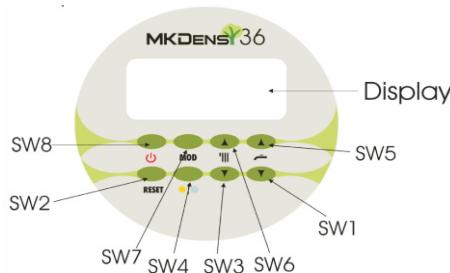
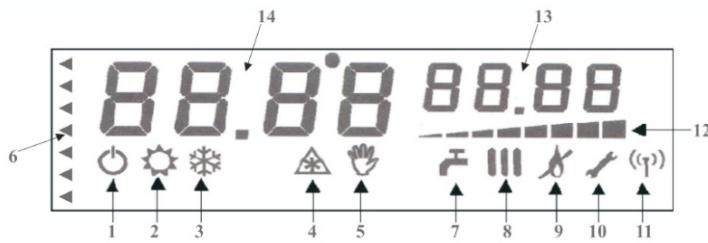

Рис.6 Панель управления конденсационных котлов
Рис.7 Дисплей панели управления
Панель управления (рис.6) состоит из 8 кнопок и LCD дисплея (рис.7) и позволяет настройку электронной платы (настройка осуществляется только авторизированным персоналом при вводе котла в эксплуатацию или при проведения работ по сервису), „общение“ потребителя с котлом, афиширование значений параметров передаваемых с датчиков и сигнализирование ошибок системы, показывая соответствующие коды.
S W 4	Выбор режима „Лето/Зима”. На дисплее отображается символ 2 для летнего режима или символ 3 для зимнего (см. рис.7 и таб.1).
После 25 сек. на дисплее (рис.7) отображаются определённые символы.
- нажать кнопку OFF (кнопка SW8 из рис.7) для выключения котла;